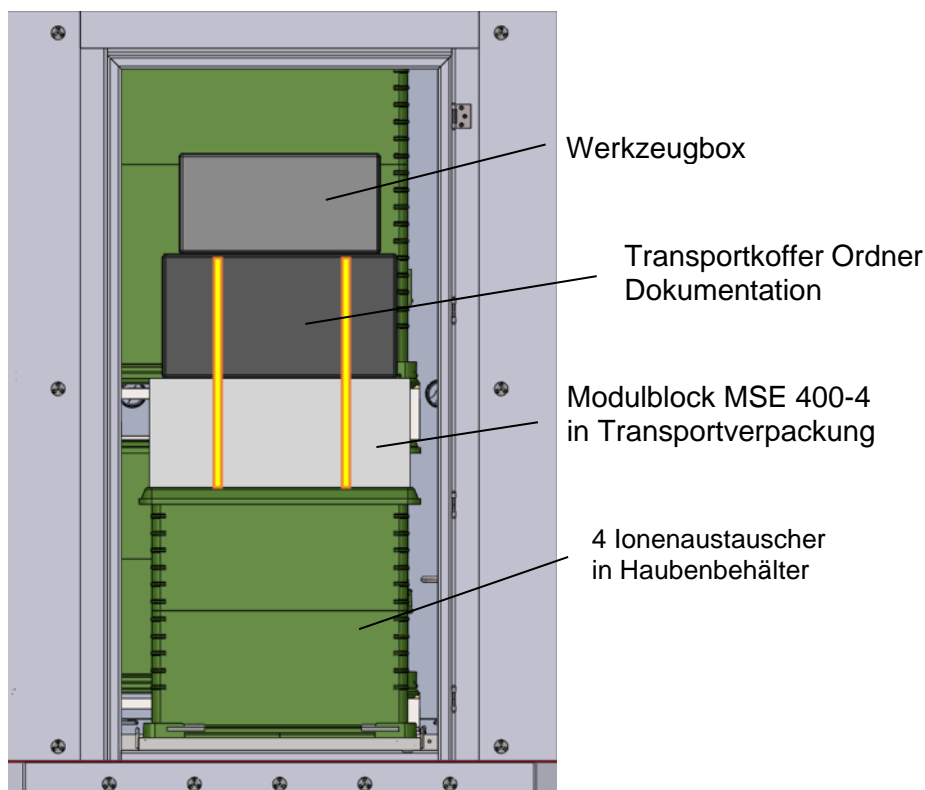

Abb. 3: Entnahme der Kisten Ionenaustauscher, Modulblock und Transportkoffer Ordner Dokumentation
- ◆ Entnehmen Sie die Werkzeugbox CSE (Abb. 3:)
- ◆ Entnehmen Sie den Transportkoffer Ordner Dokumentation (Abb.3:)